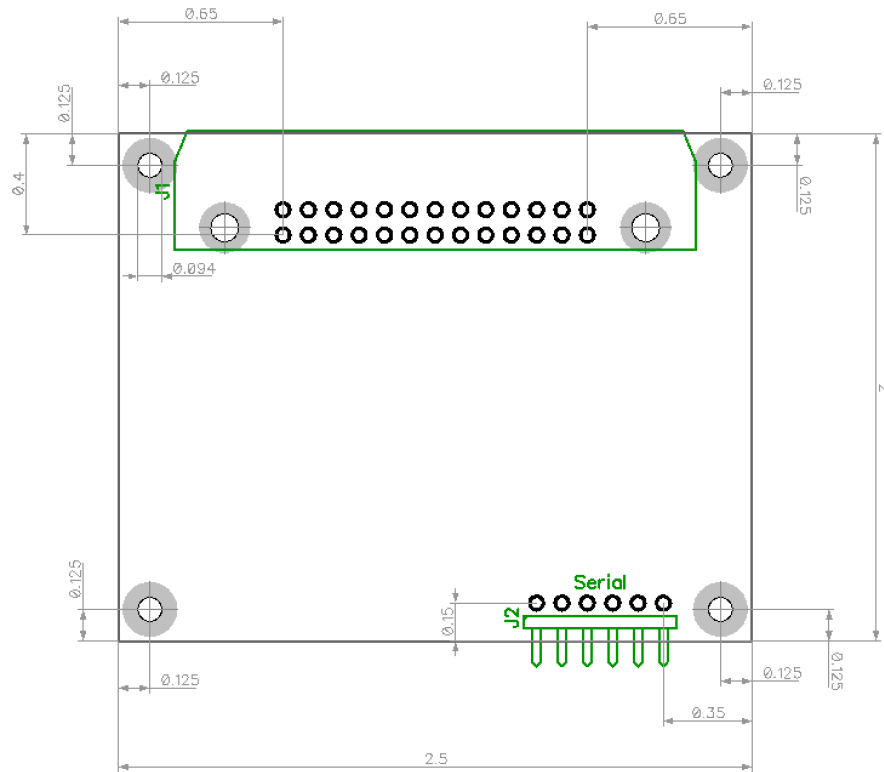

Figura 32: Posicionamento inicial a ser seguido, medidas em polegadas
- Iniciar a criação do layout de sua placa impressa utilizando o posicionamento inicial mostrado na Figura 32
Na Figura 32 as dimensões da placa são aproximadamente 50 mm por 63,5 mm que correspondem a 2,0 pol. por 2,5 pol. Os 4 furos para fixação da placa possuem diâmetro interno de 0,094 pol. para parafusos M2 e diâmetro externo de 0,217 pol. para manter a isolamento entre porcas e arruelas até as trilhas. O posicionamento dos headers J1 e J2, furos de fixação e dimensões da placa devem ser rigorosamente obedecidos para que a placa encaixe na base do robô móvel.
O relatório, para cada aluno, deverá conter 3 figuras geradas a partir da impressão do layout executado, uma para a face dos componentes, uma para a face da solda e uma do modelo 3-D da placa. A figura do lado dos componentes deverá conter as dimensões da placa e indicações do posicionamento dos componentes de acordo com a Figura 32.
- posicionamento dos componentes de acordo com a Figura 32